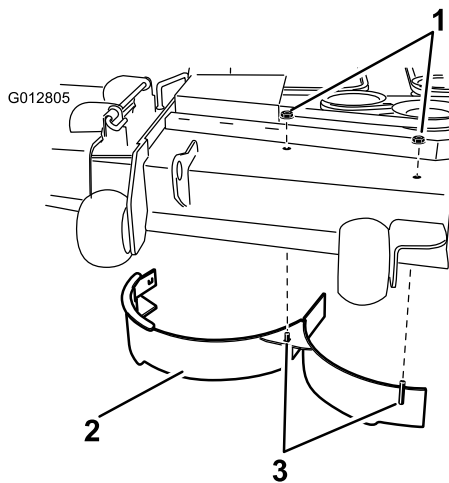

Figura 2
8. Montate il deflettore destro sul piatto centrale come illustrato in Figura 2. Usate due dadi di bloccaggio (5/16 pollice) per fissare i perni saldati del deflettore destro sulla parte superiore del piatto di taglio, in posizione centrale e a destra. Serrate a mano i dispositivi di fissaggio.